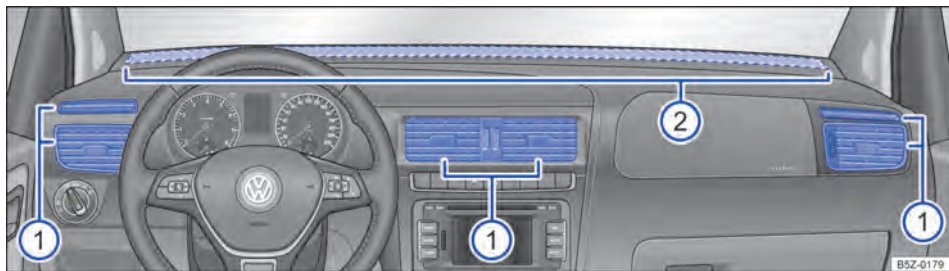

Fig. 78 No painel de instrumentos: difusores de ar.
Para que uma potência de aquecimento, uma refrigeração e uma entrada de ar suficientes sejam atingidas no interior do veículo, nunca fechar os difusores de ar completamente → Fig. 78 ①.
- Para abrir os difusores de ar ①, pressionar na parte superior do difusor de ar.
Há outros difusores de ar, não reguláveis encontram-se no meio do painel de instrumentos → Fig. 78 ②, nas áreas para os pés e na parte traseira do interior do veículo.